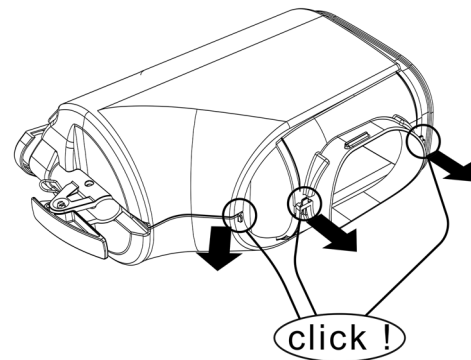

Bild 3
- 1** Die beiden Teile öffnen, indem man sie ausrastet. (Bild 3).